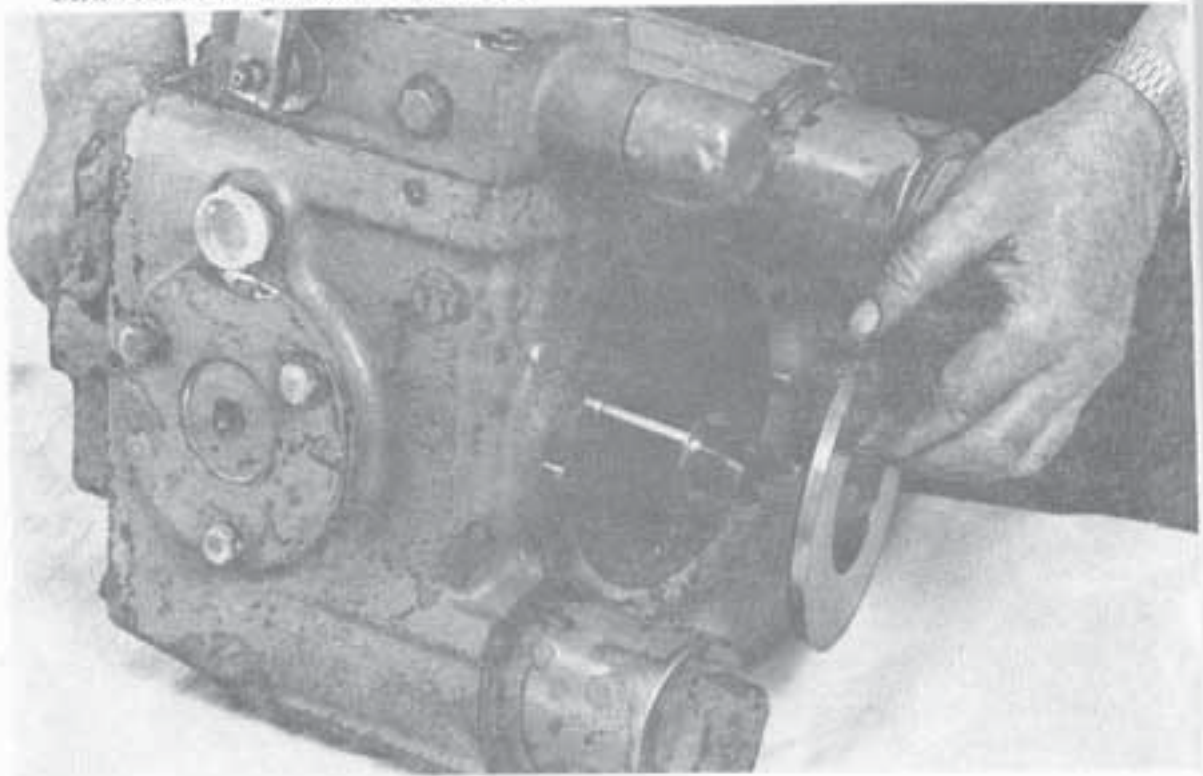

Рис.41.
1. Перед сборкой комплекта блока цилиндров необходимо с наклонной плиты снять нажимную плиту и проверить исправность поверхности. Если имеет место повреждение поверхности, то плиту необходимо сменить. При новой установке нажимной плиты следить за тем, чтобы сторона со снятой кромкой прилежала к наклонной плите. Рис.41.